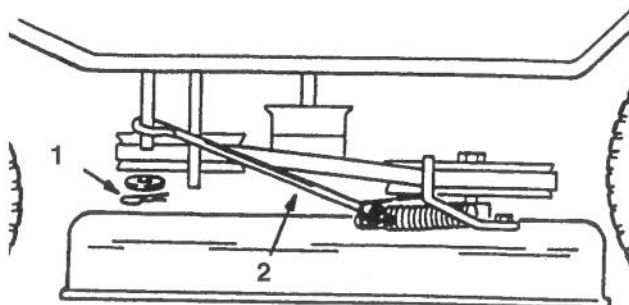

Figure 45
9. Monter la tige de commande sur le bras de commande de la lame et la fixer au moyen de la rondelle et de la goupille (Fig. 45).